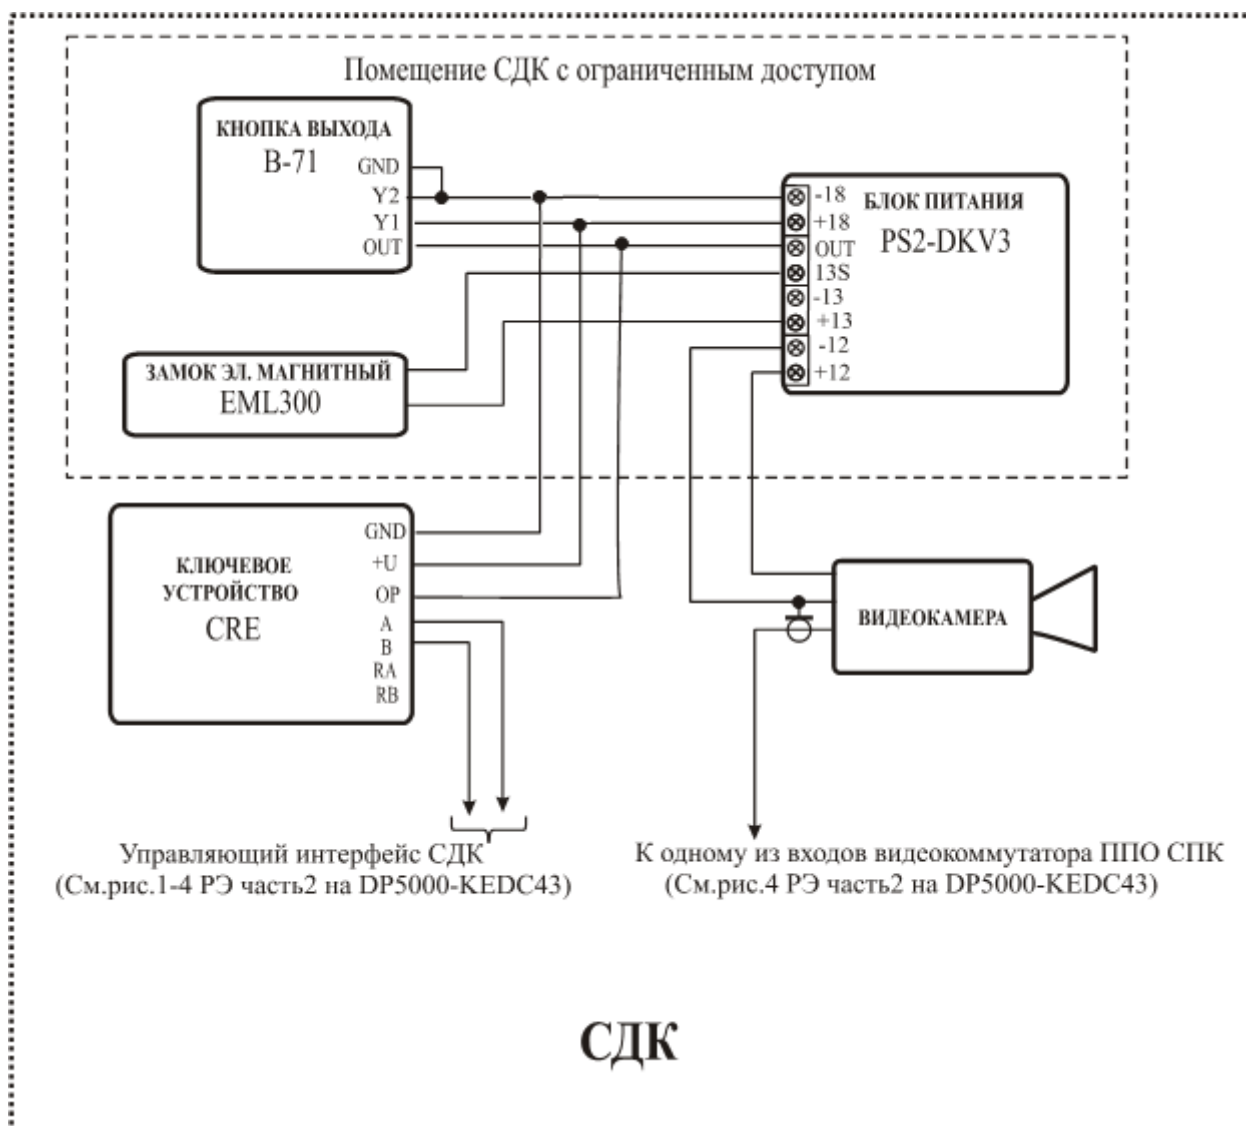

Рис.1 Схема подключения CRE к замку без платы управления и кнопки В-71.
5.1 Пример схемы подключения устройства приведен на рис.1. В дежурном режиме замок оказывается постоянно включенным, что обеспечивает закрытое состояние двери. В случае предъявления карты прохода (далее по тексту предъявлением карты прохода является прикладывание ключа EMF) к лузе считывателя, расположенной на лицевой панели CRE, или нажатии кнопки "Выход" происходит выключение замка, что позволяет открыть дверь. Подробную информацию о работе и правилах монтажа сетевого домофонного комплекса на базе DP5000-KEDC изложены в руководстве на сетевой домофонный комплекс.
7.2.6 Монтаж шины питания замка осуществляется проводом сечением не менее $0,5 \text{ мм}^2$. Монтаж остальных цепей подключения устройства вести проводом сечением не менее $0,2 \text{ мм}^2$. **Для подключения блока питания к сети 220В обязательно (!) должна быть установлена розетка.** Схема соединения блоков системы приведена на рис. 1.